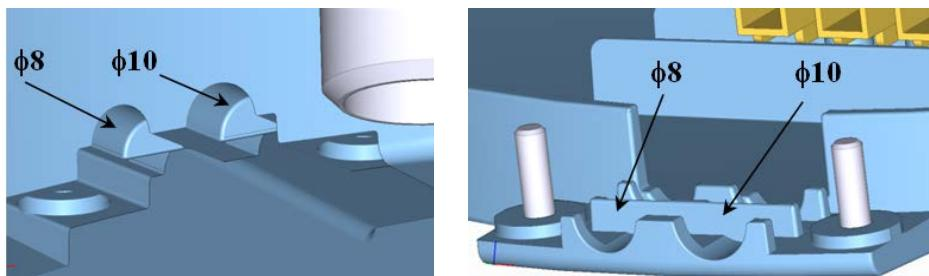
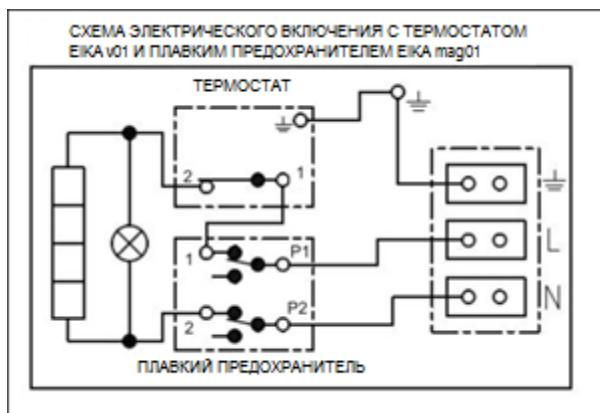

Рисунок 4
Рисунок 5
Перед монтажом следует проверить несущую способность стены и, в зависимости от типа материала стены, выбрать подходящий крепежный материал, при необходимости укрепить стену. Водонагреватель устанавливается только в вертикальном положении так, чтобы нижняя грань водонагревателя была расположена минимум 600 мм над уровнем пола (Рисунок 1). У комбинированных бойлеров, перед подвешиванием на стену, необходимо присоединить к впуску и выпуску отопительной воды колена и их поворотом определить монтаж справа или слева (Рисунок 4). Учитывая различные типы материала стены и широкий ассортимент специальных доступных на рынке крепежных материалов, мы не снабжаем бойлеры этими материалами. Систему крепления необходимо выбирать индивидуально, в соответствии с условиями. Рекомендуется поручить монтаж на стену и закрепление специализированной фирме или обсудить крепление со специалистом.
Подключение выполните согласно схеме. Подключение, выполненное на заводе, запрещено менять! (Рисунок 5) В крышке электропроводки снимите перегородку, соответствующую диаметру подводящего провода  $\phi 8$  или  $\phi 10$  (Рисунок 4). Степень защиты электрических компонентов водонагревателя – IP 44. Потребляемая мощность электрического элемента 2 000 Вт.
- Схема электрического включения приложена к нагревателю на крышке электропроводки (Рисунок 5).